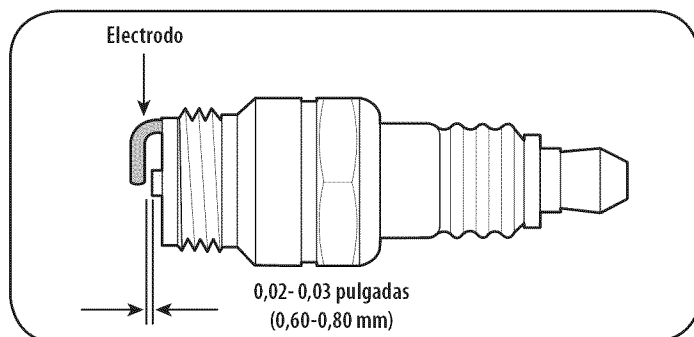

Figura 20
3. Mida la separación de bujía con un calibrador. Corrija de ser necesario torciendo el electrodo lateral. Vea la Figura 20. La separación debe establecerse entre 0,02 y 0,03 pulgadas (0,60-0,80 mm).